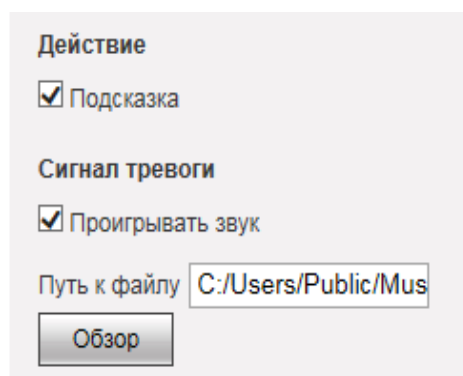

Рисунок 7.10 – Настройки оповещений тревоги
- Сигнал тревоги – установите флаг **Проигрывать звук**, чтобы тревожное событие сопровождалось звуковым сигналом: в поле Путь к файлу укажите, где находится звуковой файл (рис. 7.10).
На рисунке 7.11 приведен пример состояния основного интерфейса Главного меню камеры в режиме on-line **Просмотра** при инициации саботажа в поле зрения камеры. Были выполнены настройки активного состояния датчика саботажа (в соответствии п.п. III, IV Порядка выполнения работы) и Действий системы по индикации его срабатывания (по рис. 7.10). Данное тревожное